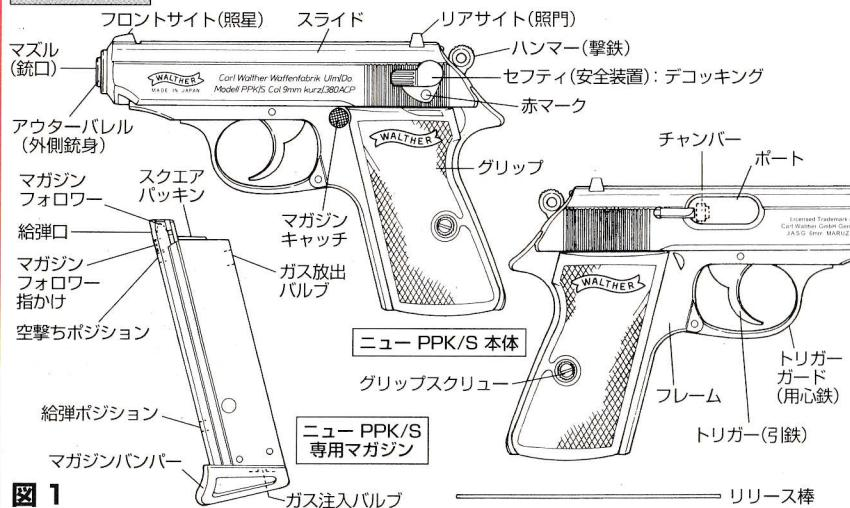

図 1
各部名称 ※「PPK ブローバック」に追加(=変更) パーツのみ示しています。その他の部分は主使用説明書の図1をご覧ください。
△残弾警告①(マガジンをはずす時)：実物同様に、この銃は構造上、銃のチャンバー(発射直前のBB弾を保持するバレル基部⇒図1参照)内にBB弾を送る動作(スライド操作、発射、続くデコッキング等)をした後にマガジンをはずした場合、銃チャンバー内に必ず残弾したままになります、大変危険です。続けて撃たない時はただちに5.発射を終える時の処理に従い、銃内にBB弾の無い安全な状態にしてください。マガジンがついていないというだけで、その銃内にBB弾がないだらうとは絶対に判断しないでください。
この操作を行わないと、最初は空撃ちブローバックになります。セフティをはずしてから、トリガー、トリガーガード(図16参照)に触れずに、可動部に注意しながら、スライドを的確に引ききり、そこで「パッ」と放してください。スライドが戻り、1発目がチャンバー(発射直前のBB弾を保持するバレル基部⇒図1参照)に送られ、ハンマーがクリッピングされます。すぐに発射しない場合はセフティをかけてください。